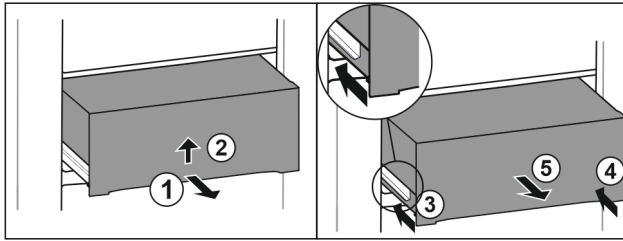

Fig. 40
- ▶ Изтеглете чекмеджето наполовина. Fig. 40 (1)
- ▶ Повдигнете чекмеджето от долната страна. Fig. 40 (2)
- ▶ Вкарайте лявата релса. Fig. 40 (3)
- ▶ Вкарайте дясната релса. Fig. 40 (4)
- ▶ Извадете чекмеджето напред. Fig. 40 (5)